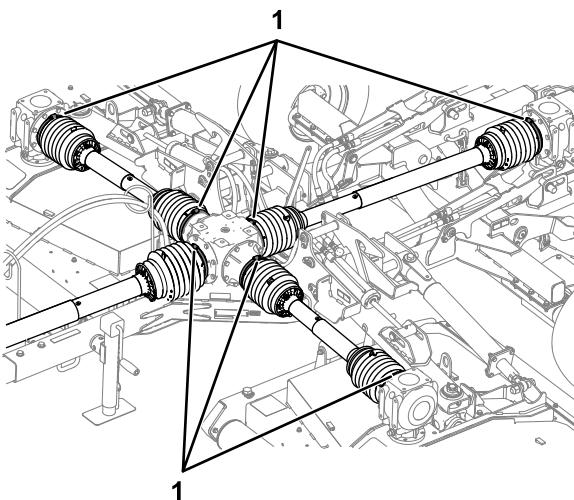

Рисунок 22
- Убедитесь в том, что 7 шланговых хомутов надежно крепят кожухи приводных валов к среднему редуктору и редукторам дек (Рисунок 22).